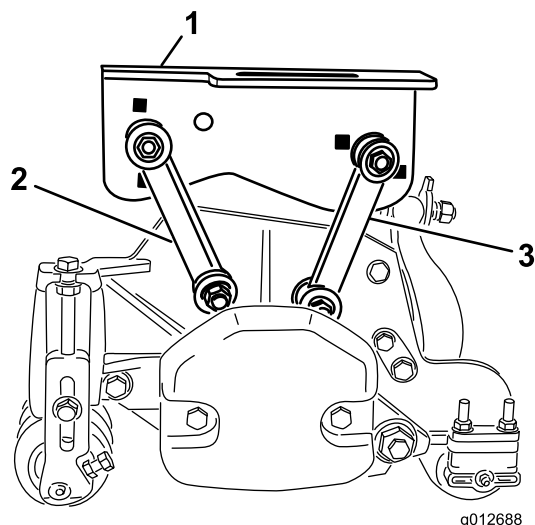

Figure 17
- Fixez les biellettes de montage avant dans les trous du bâti porteur central au moyen d'un boulon (3/8 x 2-1/4 po), de 2 rondelles plates et d'un contre-écrou, comme montré à la Figure 17. Placez une rondelle de chaque côté de la biellette lors du montage. Serrez les fixations à 42 Nm.
- Fixez les biellettes de montage arrière dans les trous du bâti porteur central au moyen d'un boulon (3/8 x 2-1/4 po), de 2 rondelles plates et d'un contre-écrou, comme montré à la Figure 17. Placez une rondelle de chaque côté de la biellette lors du montage. Serrez les fixations à 42 Nm.